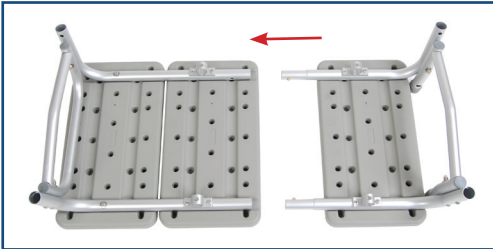

figura 1
3. Deslice la sección más pequeña del asiento dentro de la sección más grande al presionar las clavijas a presión e introducir las dentro de los receptáculos. Los botones de ajuste a presión sobresaldrán al asegurarse. (Figura 1)